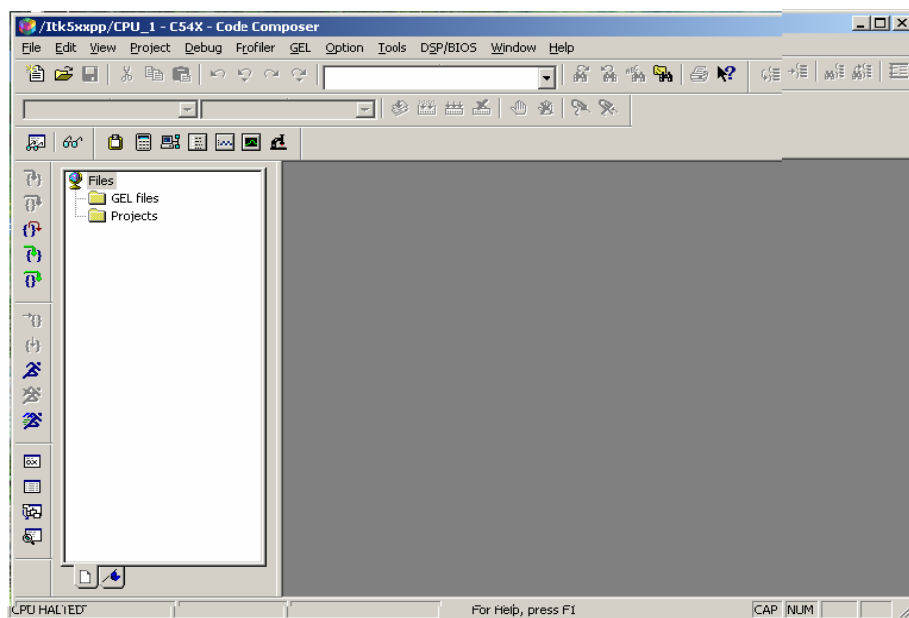

图 7.13 正常进入开发软件的状态
6. 在确认完成以上步骤后，双击桌面上的“ccs2 (c5000)”图标。如果没有硬件问题，将进入 CCS 开发软件(图 7.13)。